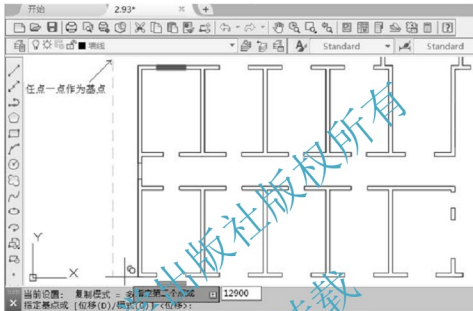

图 2.85 靠距离定位复制门窗
(1) 单击【修改】工具栏上的【复制】图标, 启动【复制】命令。
(2) 在选择对象: 提示下, 选择 1 窗作为被复制的对象, 并按 Enter 键进入下一步命令。
(3) 在指定基点或 [位移(D)] <位移>: 提示下, 在绘图区任意单击一点作为复制基点。
(4) 在指定第二个点或<使用第一个点作为位移>: 提示下, 打开【正交】功能(快捷键F8), 将光标垂直向下拖动, 输入“12900”(该值为A轴线与D轴线之间的距离), 如图2.85所示, 然后按Enter键。
(5) 按Enter键结束【复制】命令。